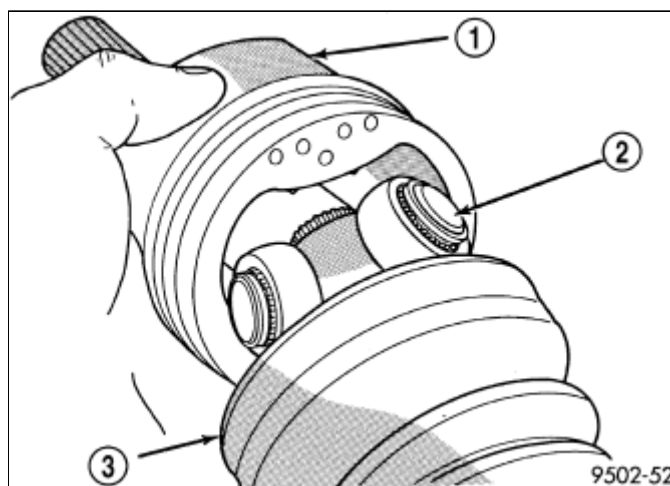

图 1 将三脚接头外壳安装到十字轴总成上
2. 拆卸将内三脚接头密封防尘罩 (3) (图 1)固定到三脚接头外壳 (1) 的大防尘罩卡箍，并废弃。
5. 让三脚接头外壳滑离十字轴总成 (2) 和互连轴。